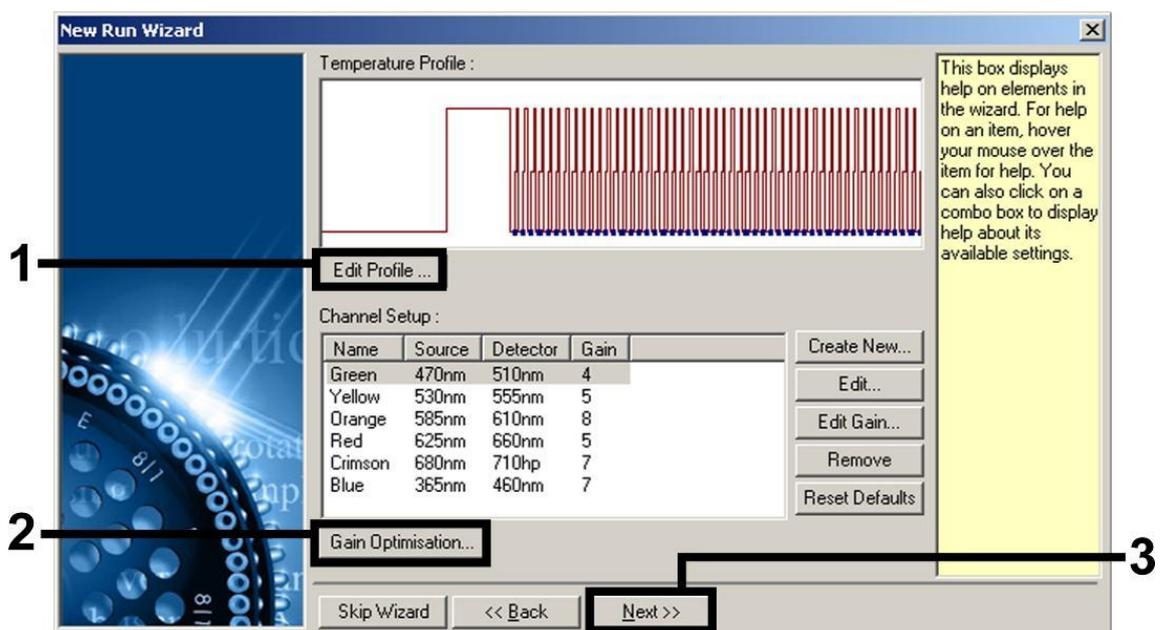
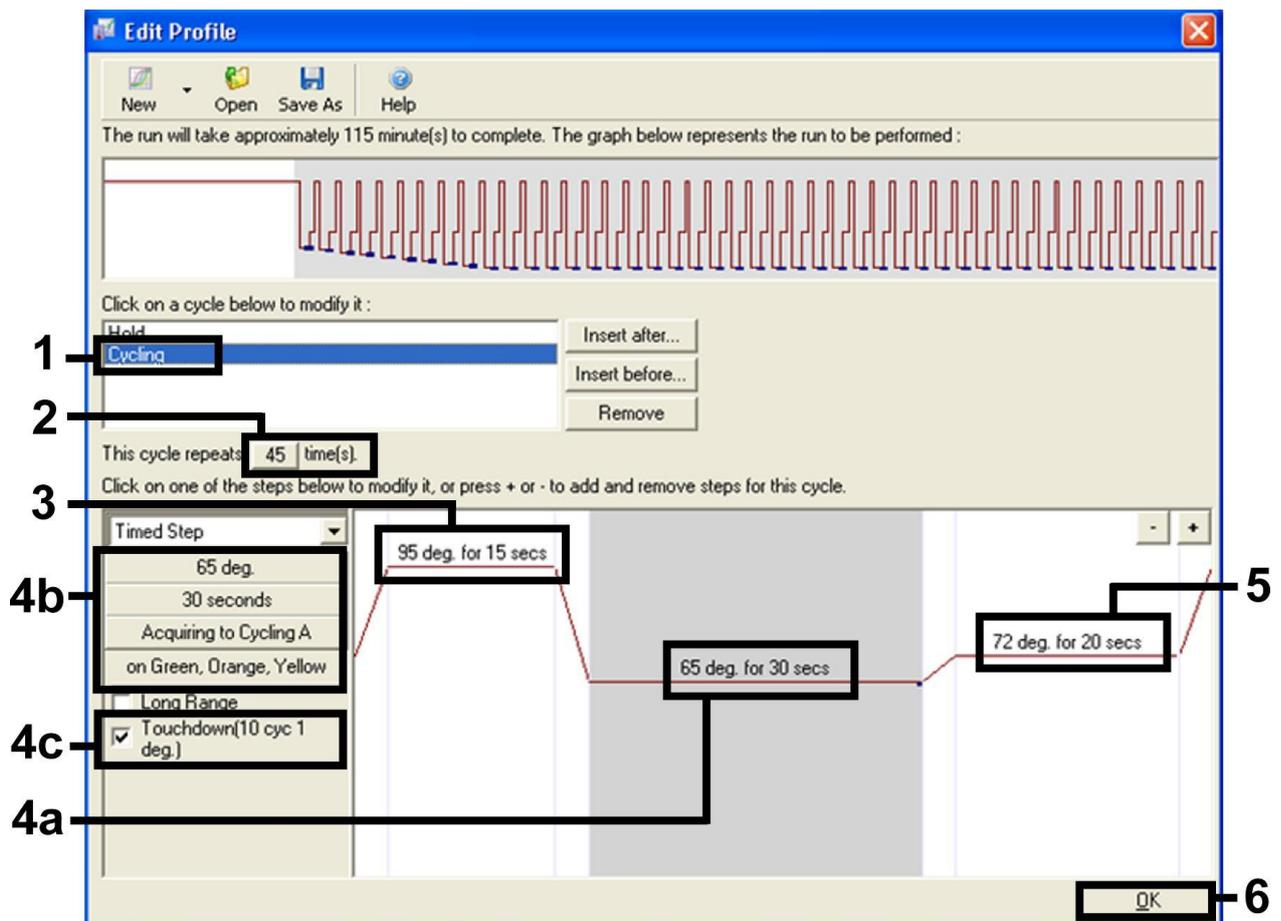
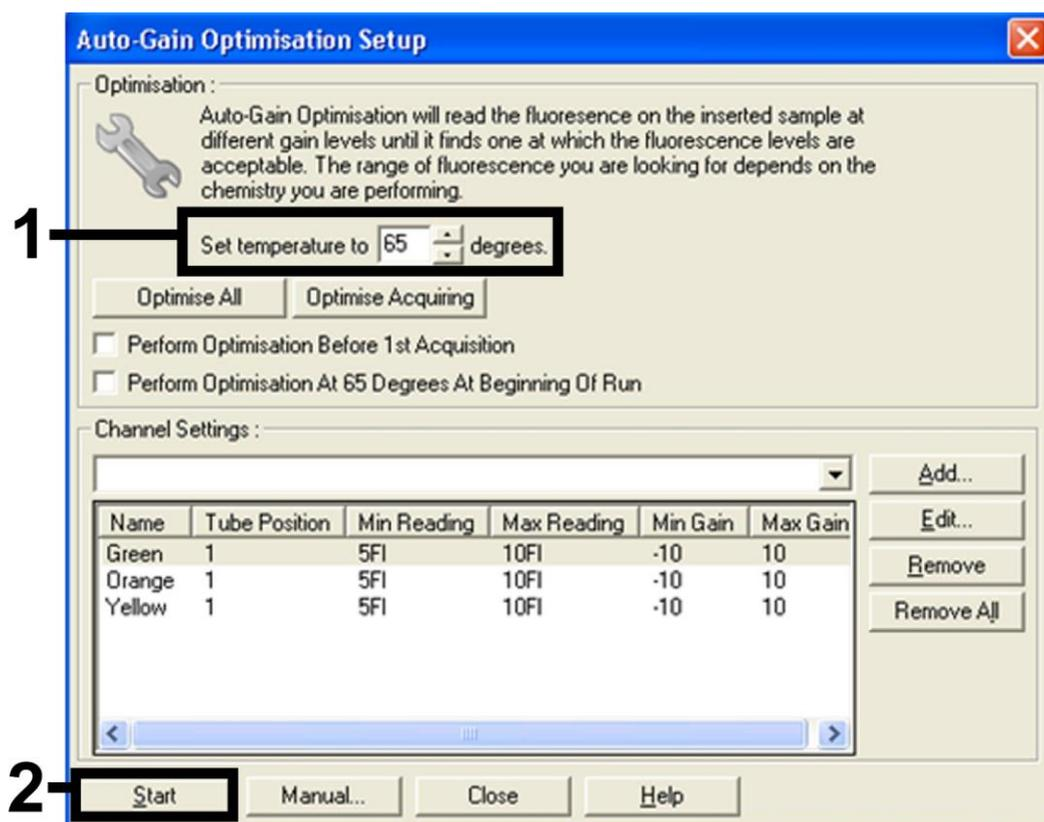

Abbildung 5. Bearbeitung des Profils.
Abbildung 7. Amplifikation der DNA. Stellen Sie sicher, dass bei dem Annealing-Schritt die Touchdown-Funktion für zehn Zyklen aktiviert ist.
Abbildung 8. Einstellung der Sensitivität der Fluoreszenz-Kanäle.
Amplifikation der DNA	Abbildung 7
Einstellung der Sensitivität der Fluoreszenz-Kanäle	Abbildung 8
- Klicken Sie im nächsten „New Run Wizard“-Dialogfenster auf „Edit Profile“ („Profil bearbeiten“; siehe Abb. 5) und programmieren Sie das Temperaturprofil gemäß den Abbildungen 6 und 7.
9. Der Messbereich der Fluoreszenz-Kanäle muss entsprechend den Fluoreszenzintensitäten in den PCR-Ansätzen bestimmt werden. Klicken Sie im "New Run Wizard"-Dialogfenster (siehe Abb. 5, Ziffer 2) auf die Option "Gain Optimisation" („Verstärkungsoptimierung“), um das Dialogfenster "Auto-Gain Optimisation Setup" („Einstellung der Auto-Verstärkungsoptimierung“; siehe Abb. 8) zu öffnen. Bitte stellen Sie die Kalibrierungs-Temperatur auf „65“, damit diese der Annealing-Temperatur des Amplifikations-Programms entspricht (siehe Abb. 7, Ziffer 4b). Stellen Sie sicher, dass alle drei Kanäle ("Green", "Orange" und "Yellow") für die "Auto-Gain Optimisation" ausgewählt sind. (Um einen Kanal hinzuzufügen, wählen Sie ihn aus der Drop-down-Liste unter "Channel Settings" („Kanaleinstellungen“) aus und klicken anschließend auf "Add" („Hinzufügen“).) Klicken Sie auf "Start", um die Verstärkungsoptimierung zu starten. Wenn die Kalibrierung der Verstärkung beendet ist, klicken Sie auf "Close" („Schließen“), um das "Auto-Gain Optimisation Setup"-Dialogfenster zu schließen.